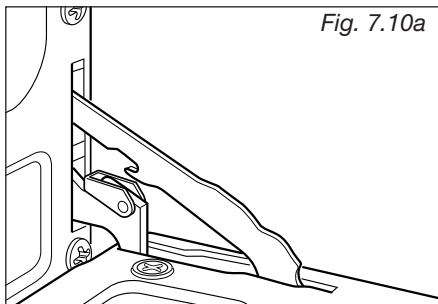

Fig. 7.10a
- Abra la puerta completamente (Fig. 7.10a).